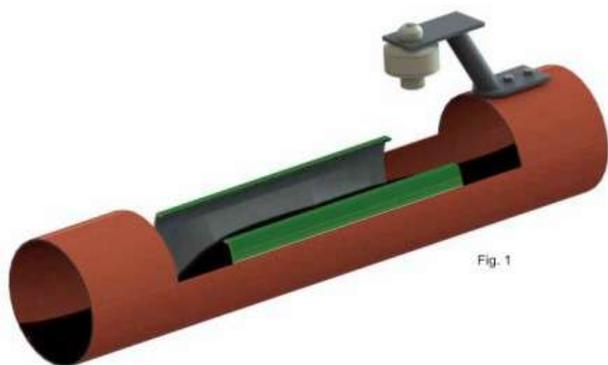

Fig. 1
- 1) aprendo la parte superiore del tubo e posizionandolo direttamente nell'apertura creata (vedi in fig.1 e 2)